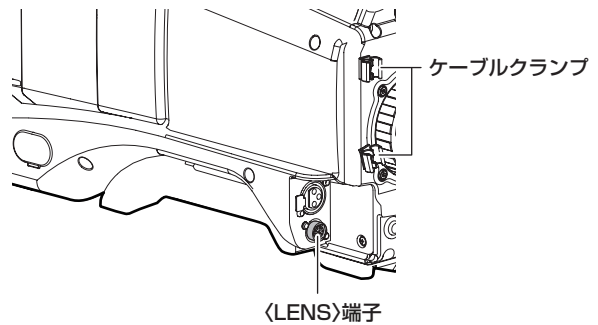

図 4
- 4 ケーブルをケーブルクランプに押し込み、〈LENS〉端子に接続する。(図 4)